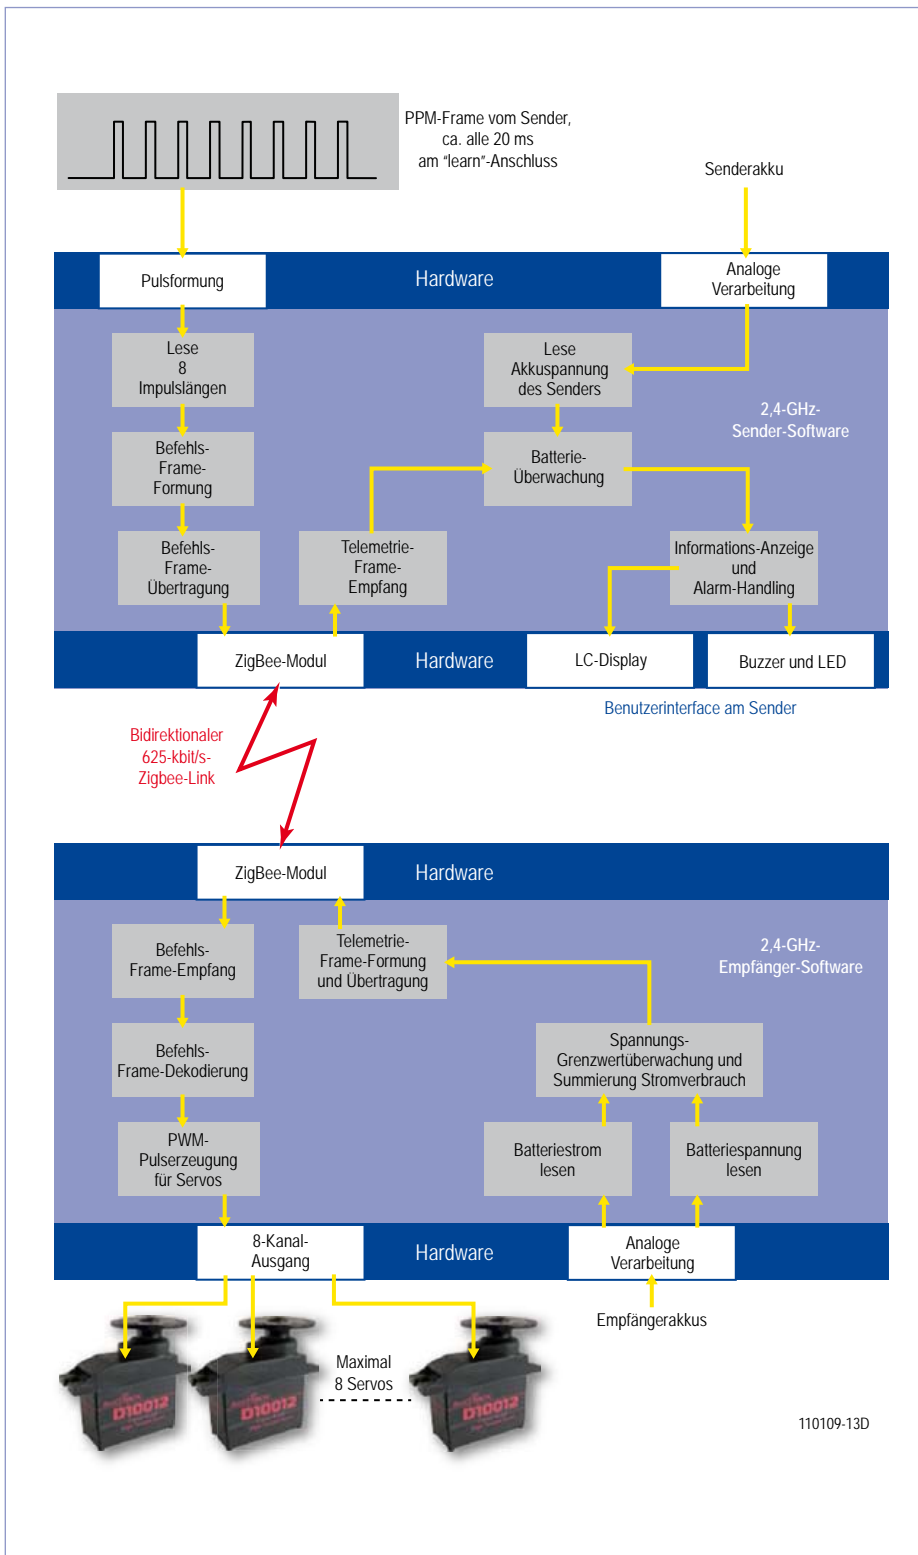

Bild 3. Übersicht über die verschiedenen Software-Teile.
**Bild 3** bildet die wichtigsten Teile des für Sender und Empfänger notwendigen Programms ab.